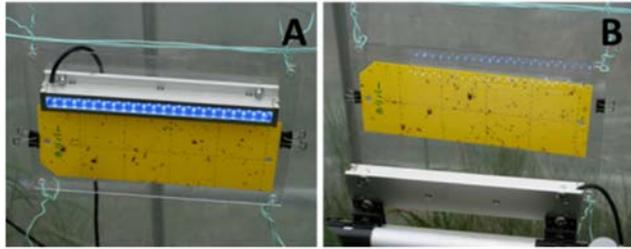

図1 LEDと粘着板を組み合わせた直射型トラップ(A)と反射型トラップ(B)
1. 施設ナス（6～7月）において、青色粘着板、黄色粘着板または白色粘着板の直上に青色 LED（波長ピーク 470nm、以下同じ）または紫外光 LED（同 375nm）を取り付けて植物体側に向けて LED を 24 時間照射する直射型トラップ（図 1 A）と粘着板に向けて距離 30cm の位置から LED を 24 時間照射する反射型トラップ（図 1 B）を設置するとともに、対照として無照射トラップを設置すると、ミナミキイロアザミウマの誘引成虫数は青色粘着板に向けて青色 LED を照射する反射型トラップが最も多くなる（図 2）。